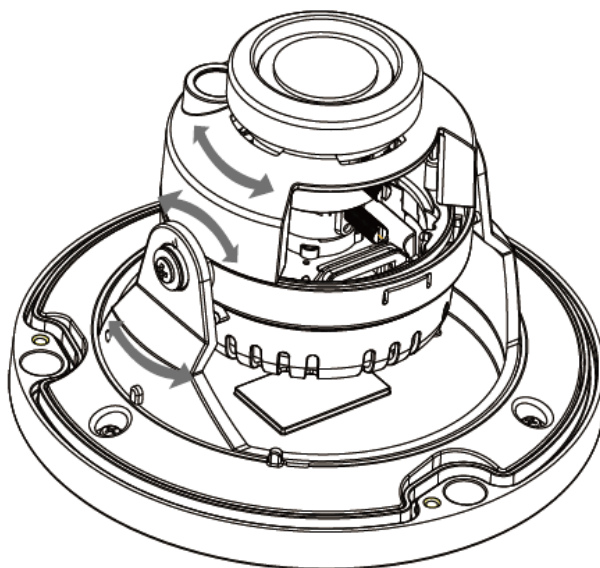

Рисунок 5.4
5.8 Поверните объектив видеокамеры на желаемый угол (рис.5.4), наденьте корпус на устройство и закрепите болтами.